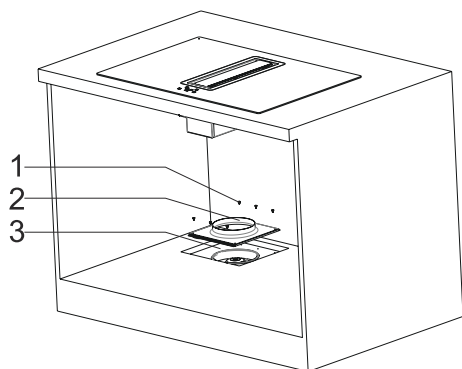

Abb. 13
9. ▶ Abluftstutzen anhand der 6 Schrauben an die Motorbox festschrauben (Abb. 13).